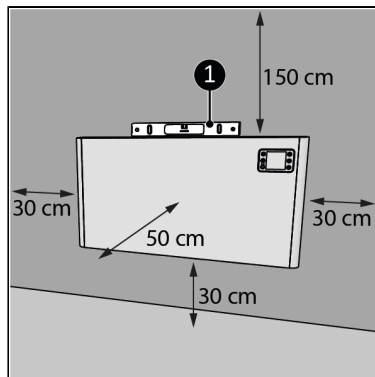

Figure 60.
1. Placez l'appareil sur une surface verticale et solide. Utilisez un niveau à bulle pour placer l'appareil (Figure 60, pos. 1).
2. Placez l'appareil en respectant une distance minimale (Figure 60) de :